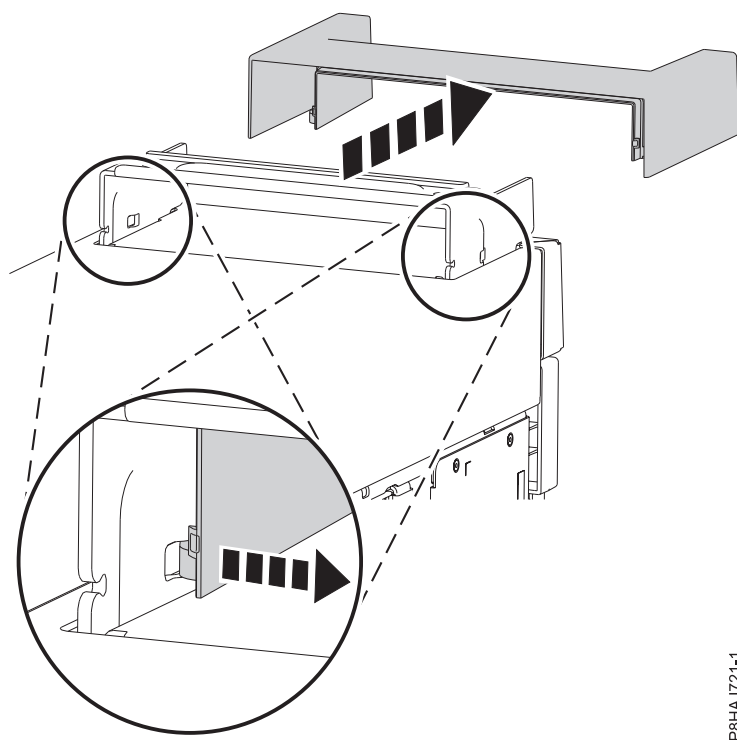

Figura 16. Remover a tampa da pega de um sistema autónomo 8286-41A
3. Remover a tampa da pega fazendo-a deslizar na direcção da frente do sistema e levantando-a de seguida. Consulte a Figura 16 na página 37.